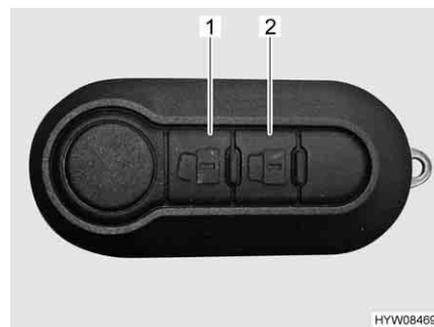

Fig. 42 Mando a distancia del cierre centralizado
- Pulsar el pulsador  (Fig. 42,1) una vez brevemente. Las cerraduras de las puertas estarán desbloqueadas.
- Pulsar el pulsador  (Fig. 42,2) una vez brevemente. Las cerraduras de las puertas estarán bloqueadas.